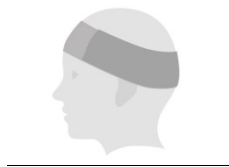

図1
- 4) 1.0T及び1.5TでMRI撮影を行う場合、インプラント埋め込み部位に弾性包帯を強く3回以上巻くこと(図1参照)。包帯は痛みを感じない程度にしっかりと巻くこと。